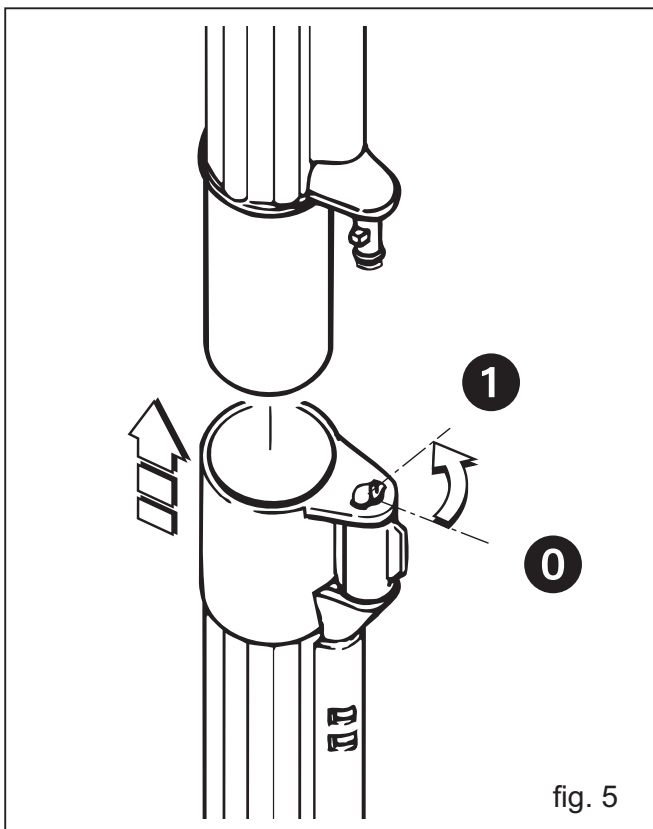

fig. 5
### Montage des tubes de rallonge (fig. 5)
- Tourner le bouton-poussoir à droite pour bloquer le tube (pos. **1** fig. 5).